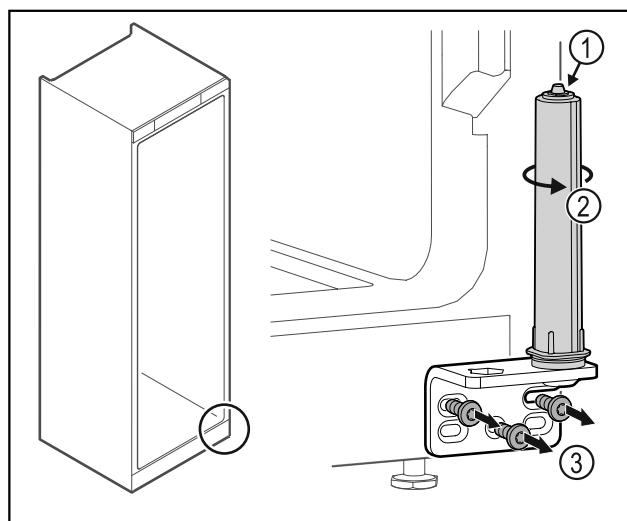

Fig. 24
- Ne pas désassembler le système de fermeture de la porte Fig. 24 (1).
- Tourner le système de fermeture Fig. 24 (2) jusqu'à entendre un clic.
- Dévisser l'équerre de la charnière Fig. 24 (3).